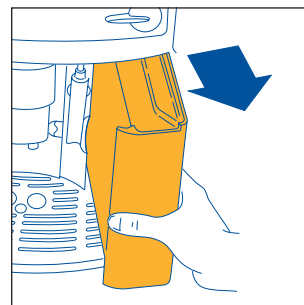

Abb. 1
- Den Wassertank herausnehmen (Abb. 1), diesen ausspülen und bis zur Markierungslinie MAX mit frischem Wasser füllen. Zum Herausnehmen des Wassertanks den Milchaufschäumer stets zur Mitte der Maschine hin positionieren, da dieser sonst das Herausnehmen des Tanks behindern könnte.